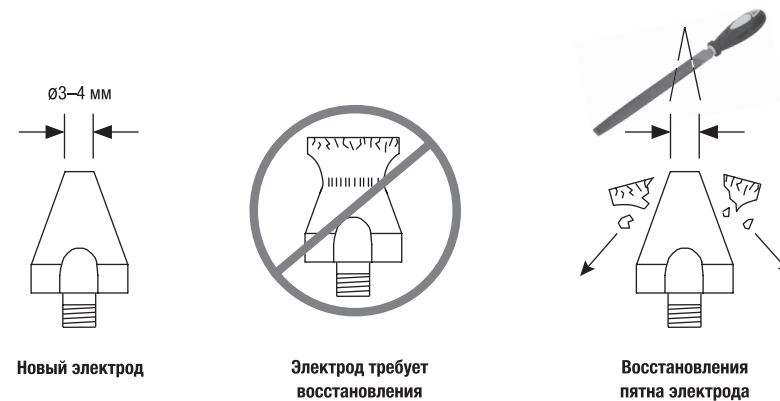

рис. 1
- Осмотрите состояние электродов – при необходимости заточите/поменяйте электроды. Верхний и нижний наконечники электродов должны быть гладкими и чистыми, при износе следует заточить наконечники электродов, после заточки обезжирить (рис. 1).